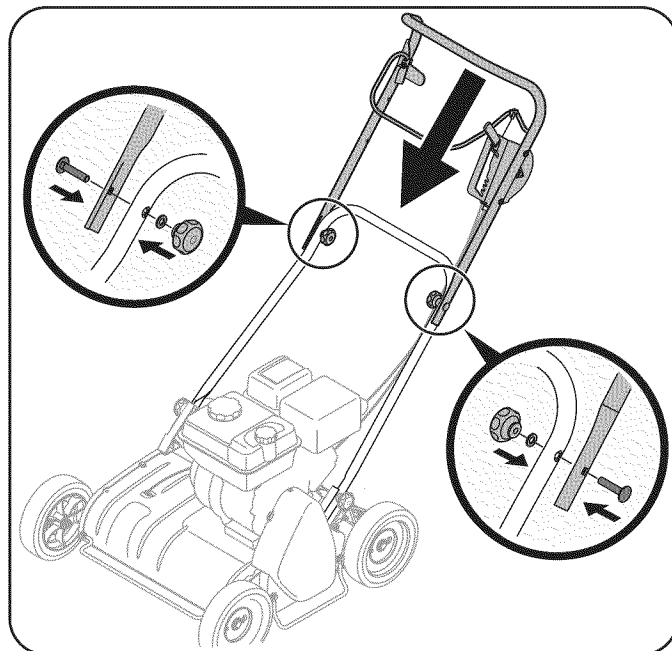

Figura 2
5. Insert las perillas en el orificio superior de la manija inferior y en el orificio inferior de la manija superior y ajuste. Vea la Figura 2.